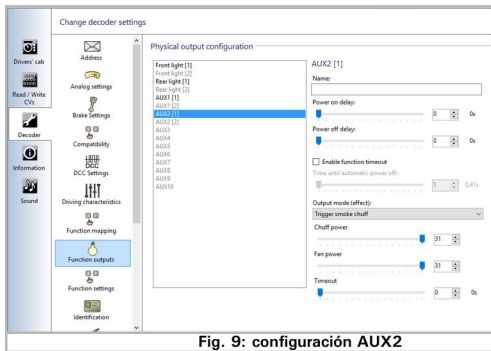

Fig. 9: configuración AUX2
- Seleccione la salida AUX2[1], abra “Output mode” y seleccione “Trigger smoke chuff”; en “Chuff power” y “Fan power” coloque el valor 31, esto envía impulsos de vapor al generador a través del cable verde, lo puede ver en la Fig.9